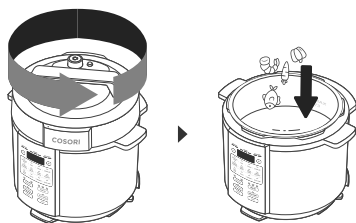

Figura 5.1
1. Ruotare il coperchio in senso antiorario e sollevarlo per aprirlo. Aggiungere gli ingredienti alla pentola interna. **[Figura 5.1]**